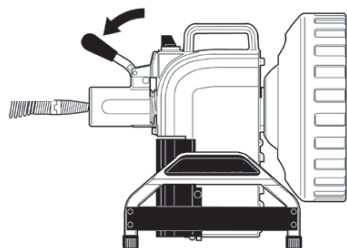

図2
②ワイヤを排水管にゆっくり挿入し、ヘッドが詰り物に突き当たったところ、又は配管の曲りがきつくワイヤが進んでいなくなったところでチャックノブを倒しワイヤを固定してください。(図2)